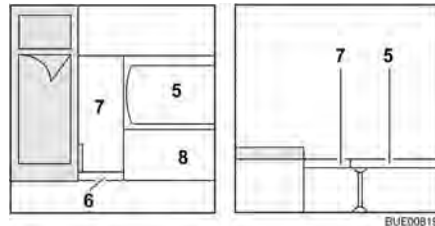

Fig. 93 Durante la trasformazione
- Fissare la tavola aggiuntiva (Fig. 93,6) con cerniera/barra alla cassapanca (Fig. 93,8) e ribaltarla.
- Applicare la tavola aggiuntiva (Fig. 93,7).